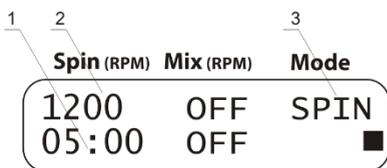

Рисунок 5. Центрифуга
- 5.11.1 Выберите режим центрифугирования (индикация **Spin** параметра **Mode**, рис. 5/3).
- 5.11.2 Установите необходимую скорость центрифугирования, 300–1500 об/мин (шаг 100 об/мин, рис. 5/2).
5.11.3 Установите время центрифугирования, 1 с–30 мин. (шаг 1 с, после 1 мин. - 1 мин., рис. 5/1).